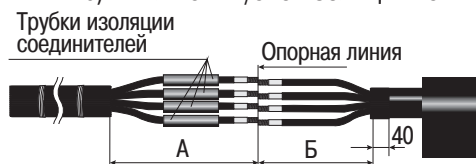

Рисунок 3
- 4.10 Надеть на жилы с размером А трубки изоляции соединителей (рисунок 3).